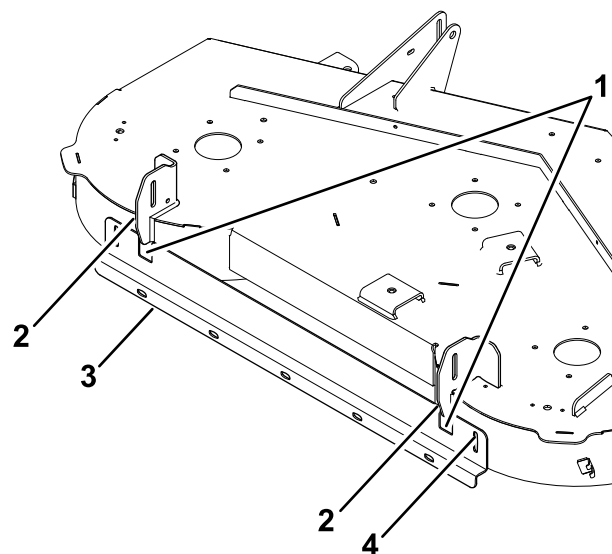

Figura 9
4. Usando la pletina de sujeción como plantilla, marque y perfore un orificio en la curva del deflector derecho usando una broca de 9/32", como se muestra en la Figura 9.